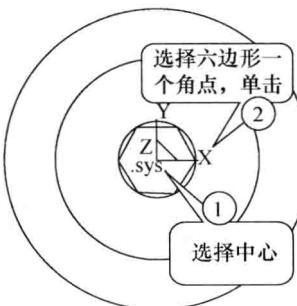

图 1-12 绘制内接六边形
② 单击“正多边形”按钮②，在立即菜单中选择“中心”方式、“边数”为“6”以及“内接”，按回车键，在弹出的对话框中输入坐标（15, 0, 0）绘制圆内接正六边形，绘制结果如图 1-12 所示。